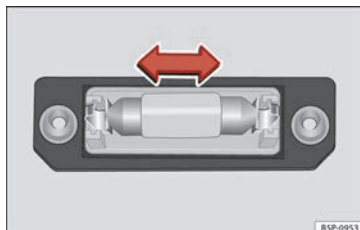

Fig. 108 Cambio de lámpara.
- Retire la lámpara, moviéndola en el sentido de la flecha y hacia afuera » **fig. 108**.